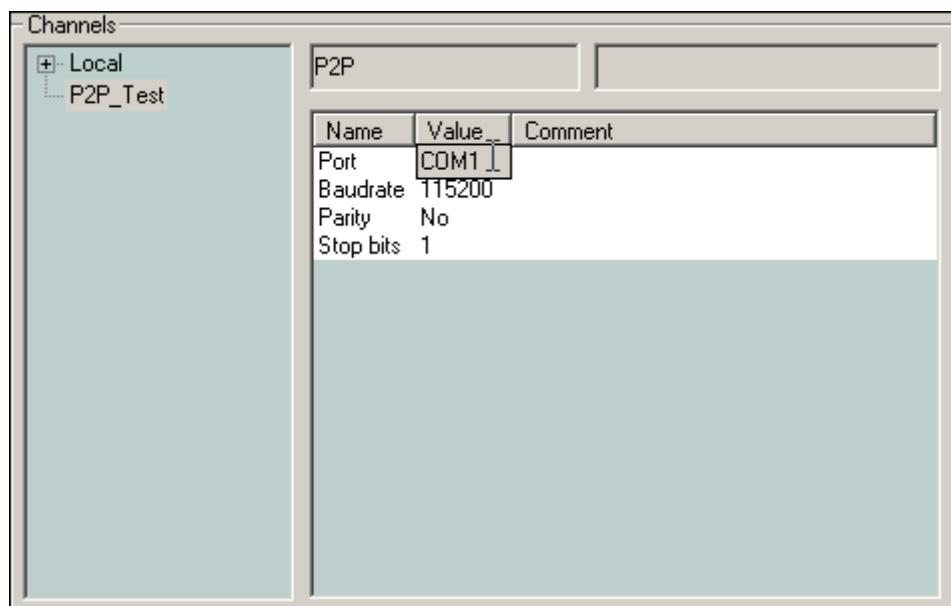

Рис. 19. Настройка параметров канала Р2Р
1.8.4. В древовидном списке **Channels** появится элемент, соответствующий созданному каналу, а в таблице параметров канала справа – параметры созданного канала, как показано на рис. 19.